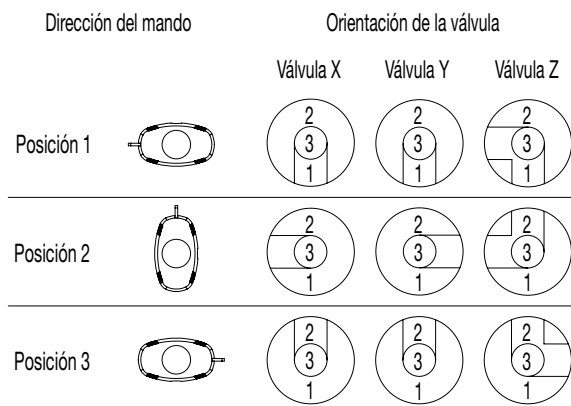

Fig. 8 Plano de montaje de 3 Válvulas GSM
2. Gire el mando a la posición 2. (Vea la Fig. 8, plano de montaje de 3 válvulas.) Anote la orientación de los engranajes, ya que deberán ser montados en la misma posición.
2. Gire el mando a la posición 1. (Vea la Fig. 8, plano de montaje de 3 válvulas.) Anote la orientación de los engranajes y el mando, ya que deberán ser montados en la misma posición.
2. Gire el mando a la posición 1. (Vea la Fig. 8, plano de montaje de 3 válvulas.) Anote la orientación de los engranajes, ya que deberán ser montados en la misma orientación.